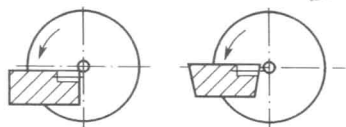

图1-7 刀尖低于工件中心(左),
- ①刀尖要在回转中心的水平线,对准工件中心;
- ②要注意车刀主偏角的角度等于或稍大于  $90^\circ$ ;
- ③车刀的垫片一般以 2~3 片为宜;
- ④车刀要装夹牢固。
- ①外圆伸出卡爪长度 80 mm,齐端面,粗车外圆至  $\phi 32 \text{ mm} \times 77 \text{ mm}$ ;
- ②调头夹外圆,齐端面保证总长 140 mm;
- ③夹  $\phi 32 \text{ mm} \times 77 \text{ mm}$  外圆,接刀粗车另一端外圆至  $\phi 32 \text{ mm}$ ;
- ④工件校正后再夹紧。
(5) 车刀的装夹方法是:车刀装夹时,左侧的刀尖必须严格对准工件旋转中心,否则在车平面到中心时会留有凸头或造成刀尖碎裂,见图1-7。刀头伸出长度为刀杆厚度的1.5~2倍。伸出过长,刚性变差,车削时容易引起振动。